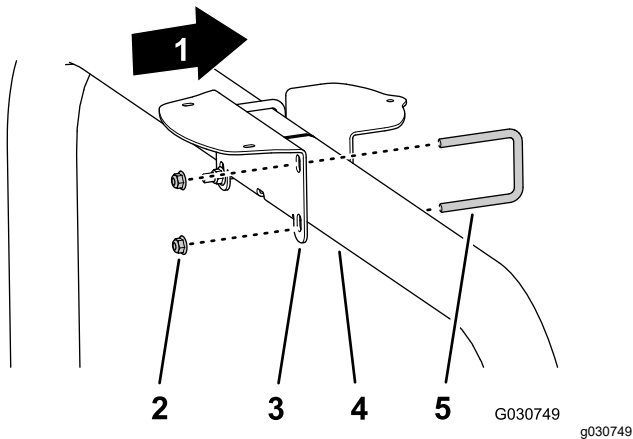

Figura 124
2. Monte el soporte del receptor en el tubo del ROPS (Figura 124) con los 2 pernos en U y las 4 contratueras con arandela prensada ( $\frac{3}{8}$ ").